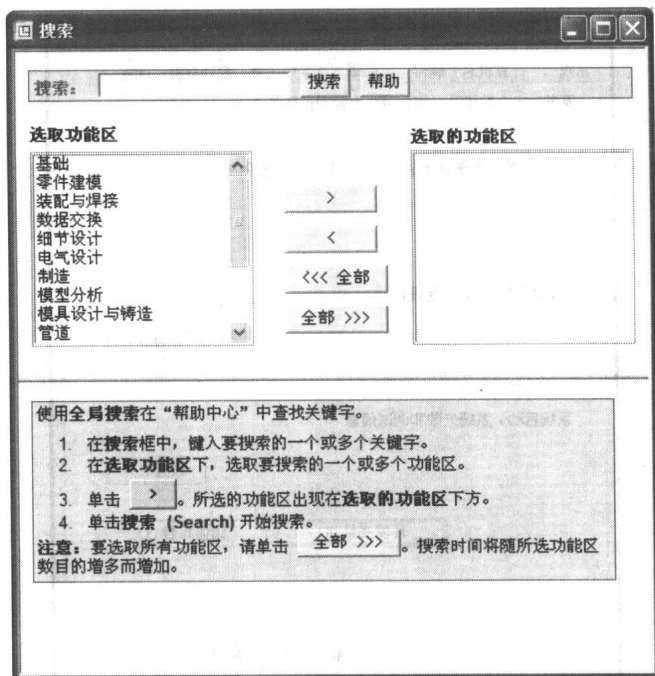

图 1-1-2 帮助中心的全局搜索界面
(2) 模块。在模块的弹出式列表中可选取模块或其他资源,列表中的内容与在“功能区”列表选取的功能有关。
(3) 全局搜索。当不确定哪一模块包含所需的信息时,可单击“全局搜索”(Global Search),按功能区来搜索“帮助中心”,全局搜索界面如图 1-1-2 所示。